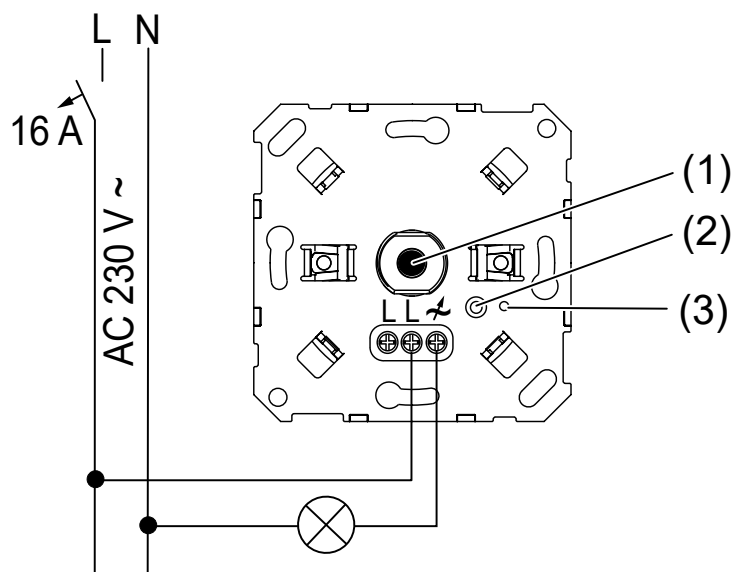

Figura 1: Plano de conexión
- Conectar el regulador de intensidad de luz como se indica en el esquema (véase figura 1).